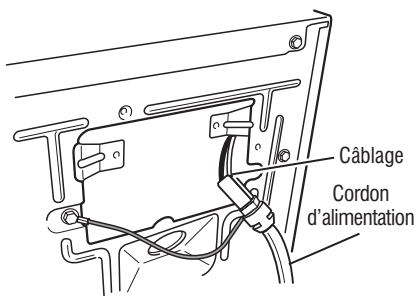
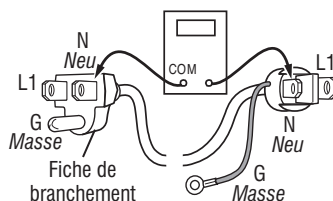

Figure 5 - Raccordement entre cordon d'alimentation et câblage pour une sècheuse à gaz.
Figure 6 - Bornes du cordon d'alimentation électrique, sècheuse à gaz.
3. Vérifier que le cordon d'alimentation est correctement raccordé au câblage de la sècheuse. Voir figure 5.
5. Avec un ohmmètre, vérifier la continuité entre la broche neutre (N) de la fiche de branchement et la broche P8-3 (conducteur blanc) du MCP. La partie gauche de l'illustration à la figure 6 identifie la position de la broche neutre (N) de la fiche de branchement. Voir également figure 2, page 41.
- S'il n'y a pas de continuité, défaire la connexion entre le conducteur blanc du câblage principal et le cordon d'alimentation, à l'emplacement indiqué à la figure 5. Tester la continuité du conducteur neutre du cordon d'alimentation selon les indications de la figure 6. S'il y a un circuit ouvert, remplacer le cordon d'alimentation. Sinon passer à l'étape 6.
- S'il n'y a pas de continuité, contrôler la continuité sur le cordon d'alimentation d'une manière similaire à ce qui est décrit à la figure 6, mais pour le conducteur L1 du cordon d'alimentation.